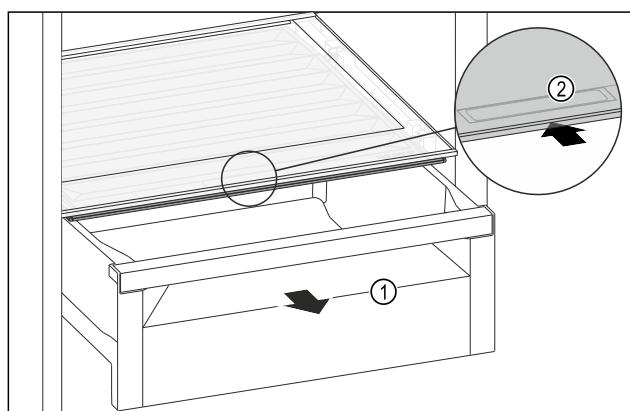

Fig. 138
- Витягніть висувний ящик Fig. 138 (1).
- Візьміться за потайну ручку Fig. 138 (2) на кришці відділення й одночасно посуньте кришку відділення назад.